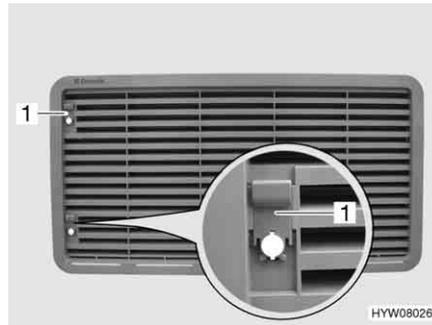

Fig. 191 Rejilla de ventilación del frigorífico (con corredera)
- Empujar la corredera (Fig. 191,1) hacia arriba.